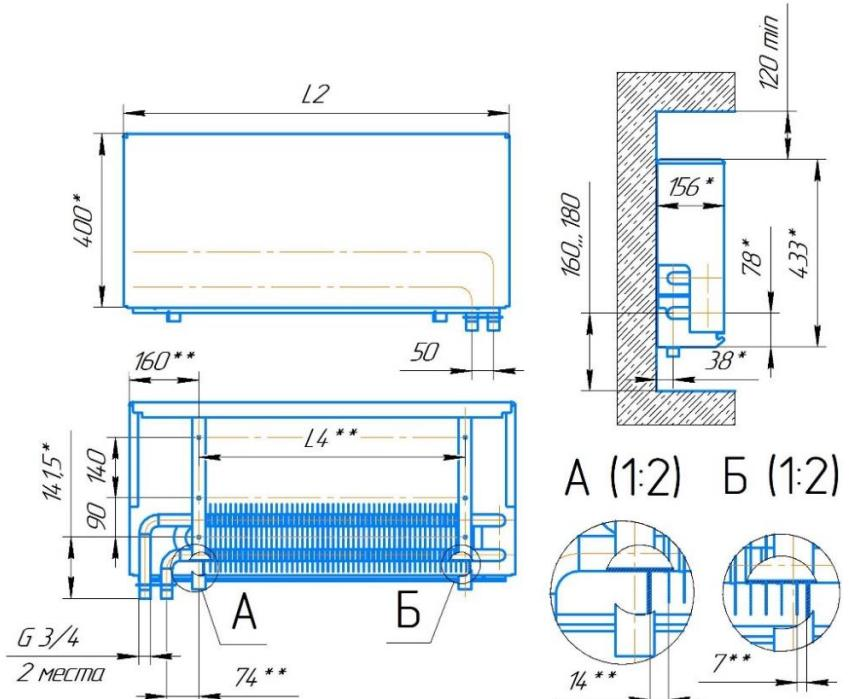

Рис. 1 – Конвектор «Универсал ТБ-С м (К; НП)».
3. Конвекторы выпускаются в концевом или проходном исполнении, с патрубками для подвода теплоносителя, расположенными с правой или левой стороны прибора, концы присоединительных патрубков гладкие (под сварку) или с раструбами с резьбой наружной G 3/4" (НР 3/4) или с резьбой внутренней G 1/2" (ВР 1/2), габаритные и присоединительные размеры указаны в рис. 1.